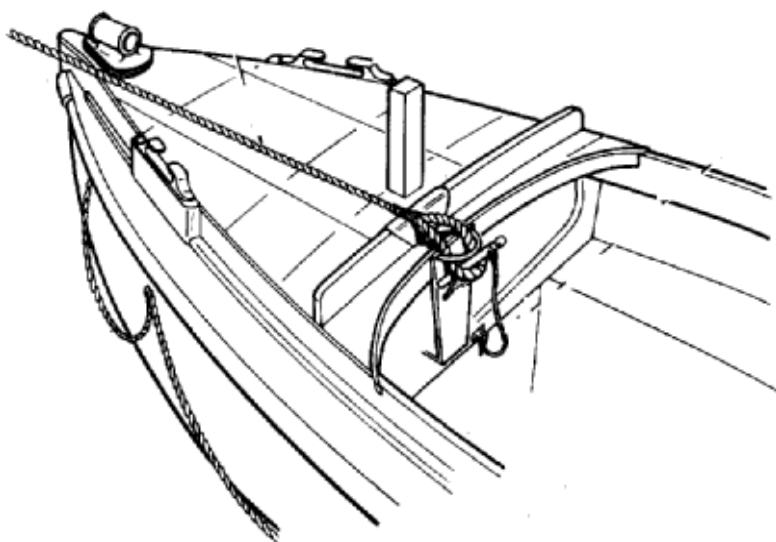

Fig. 10-2 Forma de afirmar la boza de mar.
16. La boza de mar de proa (Fig. 10-2) debe pasarse libremente hacia el costado del buque (abordo), sin pasar por las gateras o cornamusas. La cuerda es pasada por el anillo "D" ubicado en la proa de la embarcación y por sobre la plataforma de la proa, hasta el mamparo de más a proa de la embarcación y es retenido en este por un tojino.
El buque debería mantener el rumbo para facilitar el izado de la embarcación que retorna. Cuando la embarcación se aproxima al buque, se dirige a una posición cercana a la de la cabullería del pescante. El proel recupera y asegura las bozas de mar (Fig. 10-2). Cuando las bozas de mar se aseguran, el patrón pone la palanca del motor en neutro, permitiendo que el bote se estacione bajo la cabullería del pescante. Luego se arría la cabullería y los amortiguadores anti golpes se conectan al mecanismo de izado (primero el gancho de proa). El patrón informa: "La embarcación se encuentra enganchada". Cuando se recibe este informe, la embarcación se iza a máxima velocidad hasta que se encuentre clara de las crestas de las olas. Al mismo tiempo una retenida se pasa al patrón quien la une al gancho con resorte. La retenida es puesta a bordo para impedir que la embarcación se mueva.